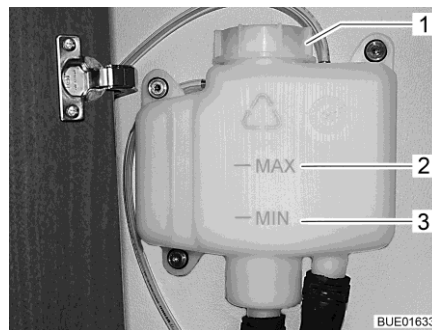

Bild 292 Ausgleichsbehälter ohne Blende
- Prüfen, ob am Ausgleichsbehälter (Bild 292) die Flüssigkeit zwischen der Markierung "MIN" (Bild 292,3) und "MAX" (Bild 292,2) steht.
- Am Ausgleichsbehälter den Drehverschluss (Bild 292,1) aufdrehen.